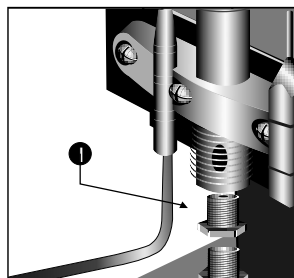

Figura 20
- Retire el inyector del piloto y en su lugar monte el nuevo inyector (Ver tabla 3). En esta operación debe emplearse sellante de traba química de fuerza media para evitar fugas (Ver figura 20).